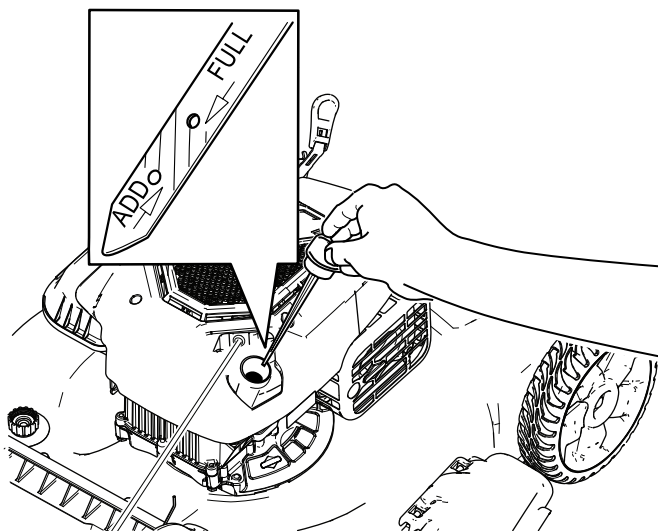

Figura 12
2. Retire la varilla de aceite, limpie el extremo de la varilla con un paño limpio e introdúzcala en el tubo de llenado de aceite (Figura 12).
3. Retire la varilla y compruebe el nivel de aceite en el extremo de la varilla (Figura 12).